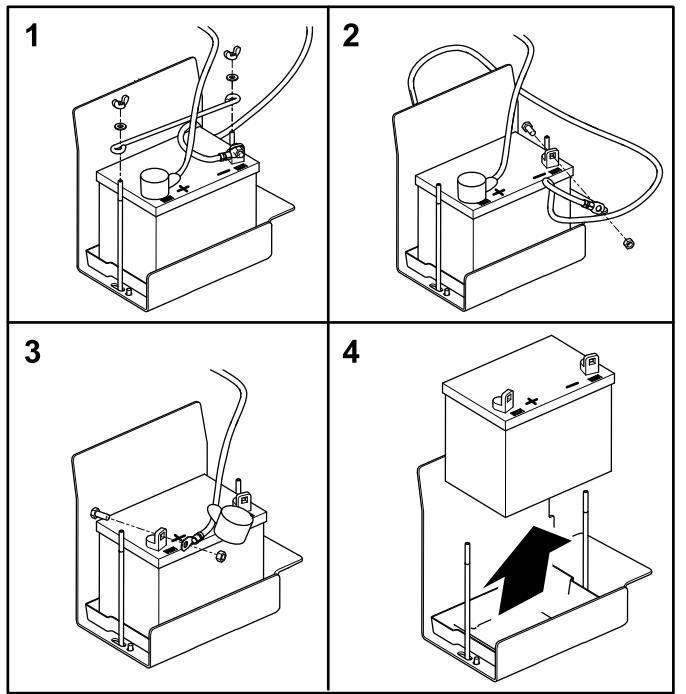

Figure 53
2. Retirez les écrous à oreilles et les rondelles qui fixent la barrette de maintien de la batterie (Figure 53).